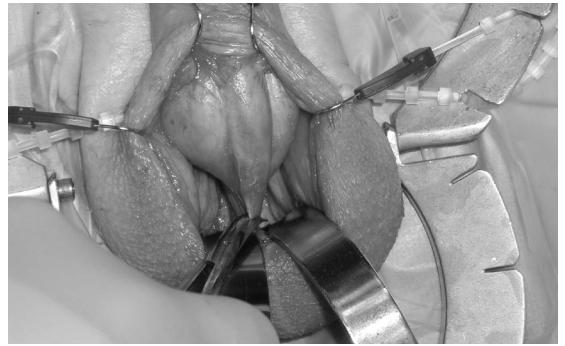

Figura 4-17.
6. Diseccione el septo escrotal de la uretra bulbar. (**Figura 4-17**)